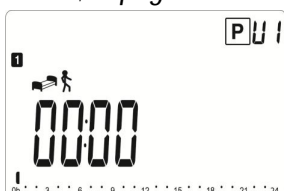

Fig. 21
- 5) appuyer sur (OK) pour valider le choix ; la page écran s'affichera sur la Fig. 21.